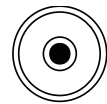

Fig.9
- (2) Gire el instrumento 180°, la burbuja estará en el centro. (Fig. 9) de lo contrario, será ajustado. El método es el siguiente.